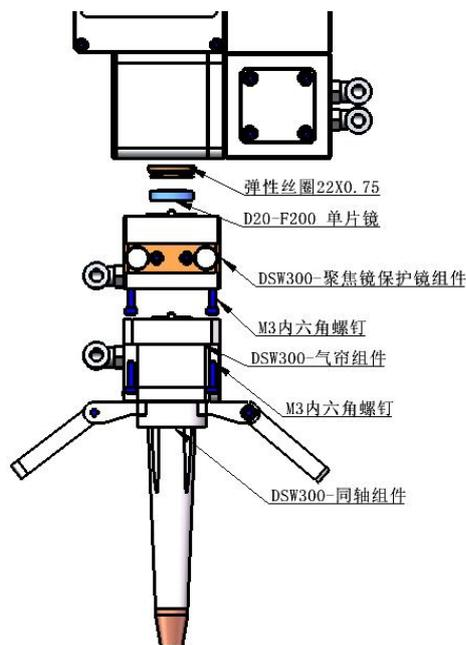

图 15 DSW300 聚焦镜组件示意图
- (1) 拆下激光头，移至洁净场所，清理干净激光头表面所有灰尘；
- (2) 用3mm的内六角扳手拧开气帘组件（如图15所示）；
- (3) 用3mm的内六角扳手拧开聚焦镜组件，连接的部分用美纹纸封好，防止灰尘掉入；
- (4) 用拆镜工具取下弹簧压圈和聚焦镜片；
- (5) 清洁或更换聚焦镜片。